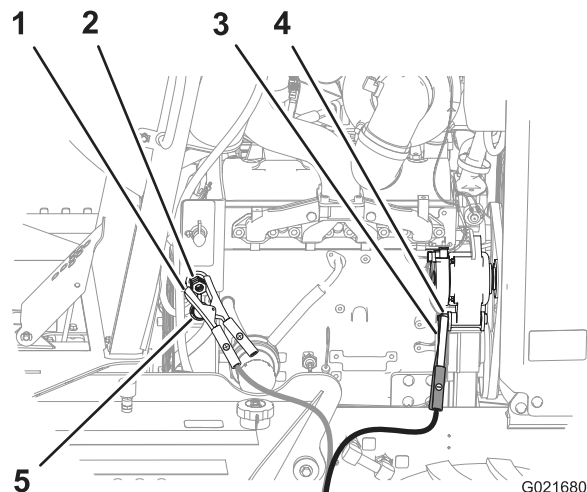

Рисунок 58
4. Снимите крышку со штыря запуска от внешнего источника (Рисунок 58).
5. Подсоедините положительный (+) соединительный кабель к положительному штырю внешнего источника (Рисунок 58).
6. Подсоедините отрицательный (-) соединительный кабель к точке заземления, такой как гайка на оси поворота для генератора (Рисунок 58).